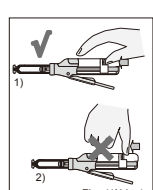

Fig. 4/Abb. 4
- After cartridge loading, push the piston release forward until it stops. (Fig. 4)
- Nach dem Einsetzen der Kartusche den Freigabehebel bis zum Anschlag vorschieben (Kartuschendeckel nicht abnehmen). (Abb. 4)